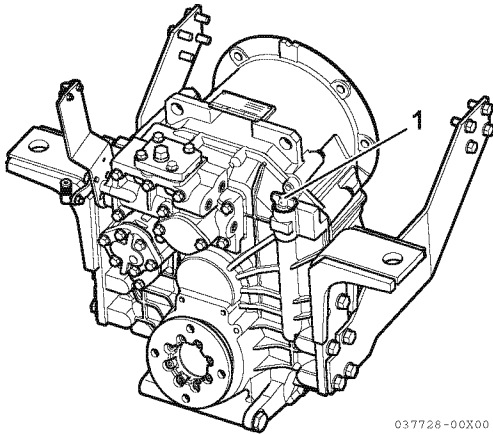

Figura 3
9. Estrarre l'astina (1, **Figura 3**). Riempire con la quantità di olio indicata di seguito, aggiungendo la quantità necessaria per il radiatore dell'olio e le linee.